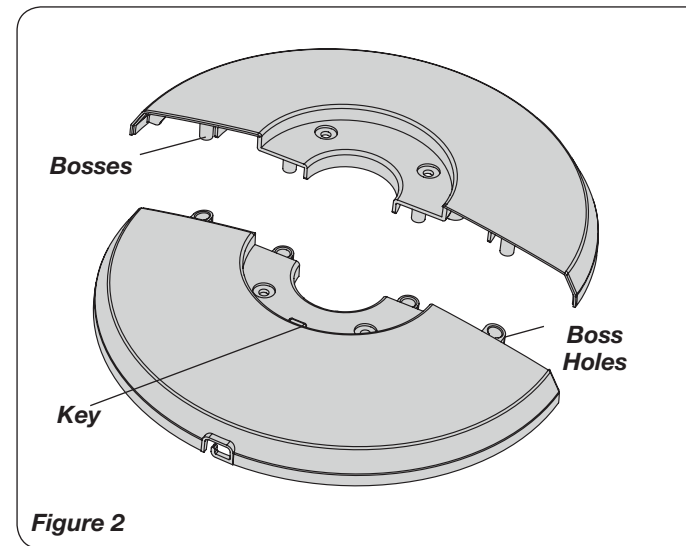

Figure 2
1. Assemble the Base by interlocking the **Bosses** into the **Boss Holes**. (Figure 2)
**TIMER FUNCTION (Figure 2)**
1. Arme la base enclavando las **Protuberancias** en los **Orificios para Protuberancias**. (Figure 2)